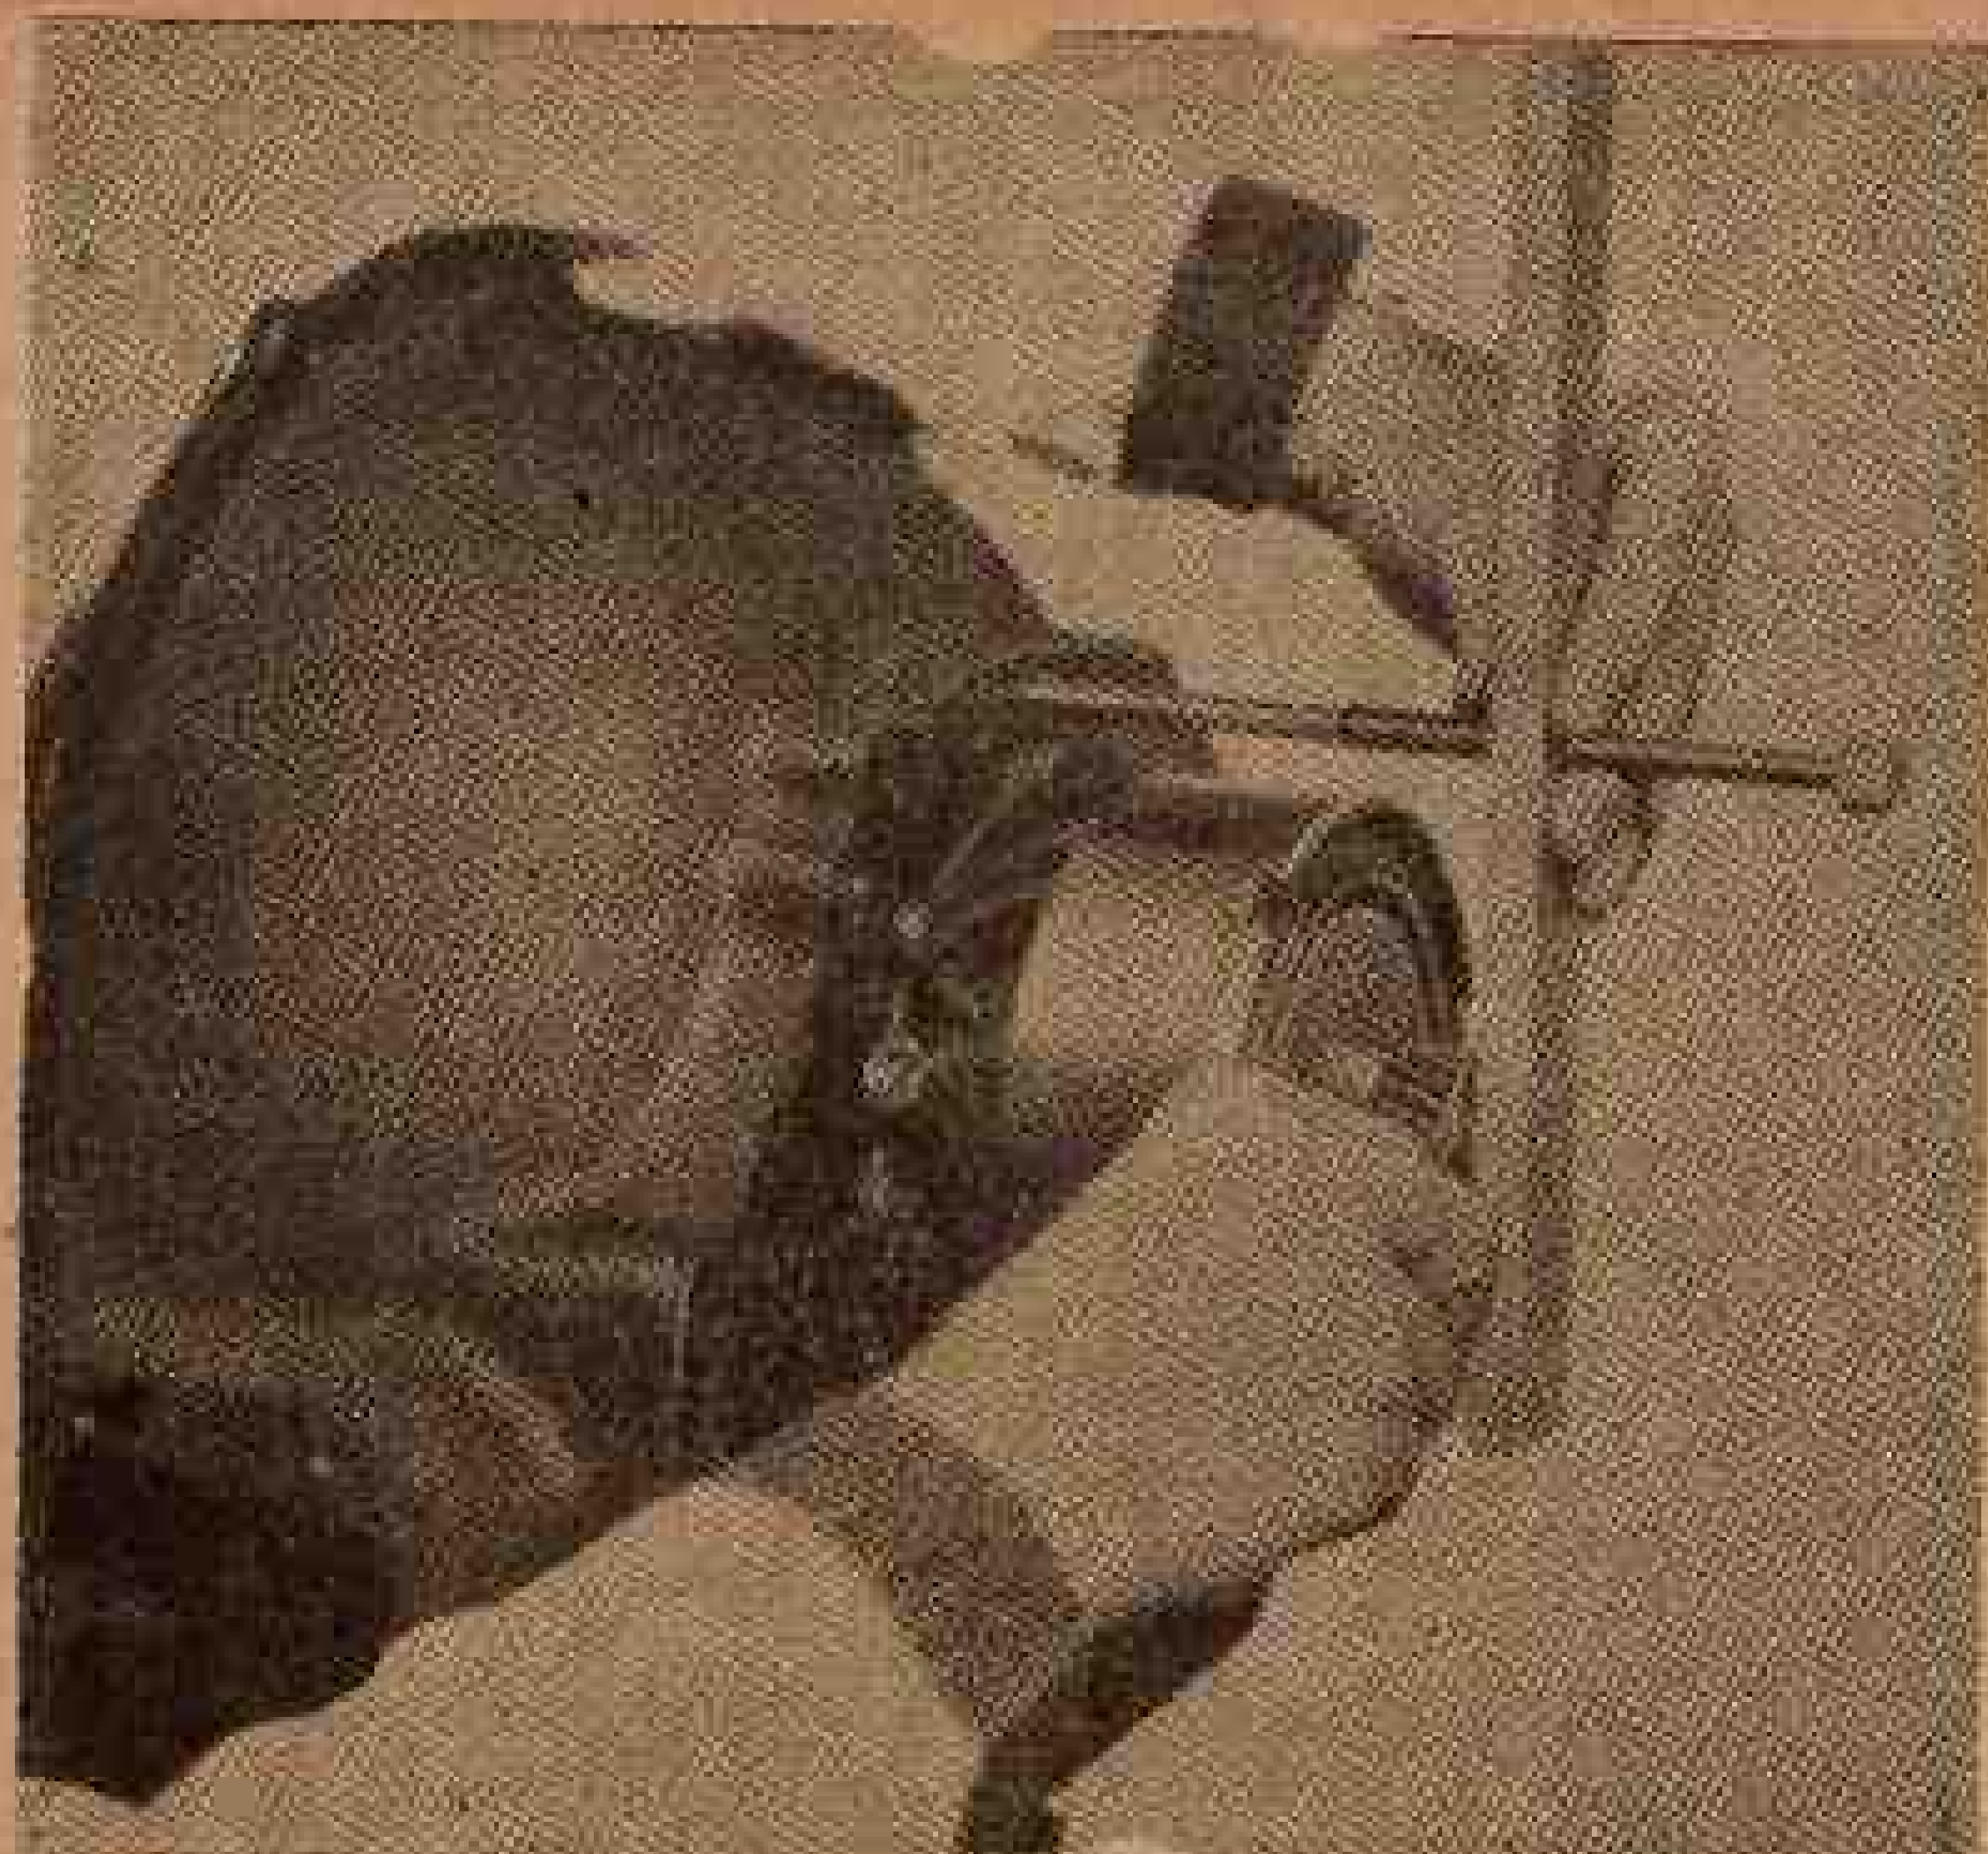

Fig. 55 — Medindo a folga entre as engrenagens solares de 1ª e de marcha-à-ré.
d) — Tome a arruela de 95, de aço, e coloque-a no piloto da ferramenta. Introduza o piloto no orifício da engrenagem solar inferior. Segurando a ferramenta com firmeza, verifique a folga que existe entre a ponta dessa engrenagem e a arruela de aço, por meio do calibrador (fig. 55). Esta folga deve ser de 7 a 35 milésimos de polegada.